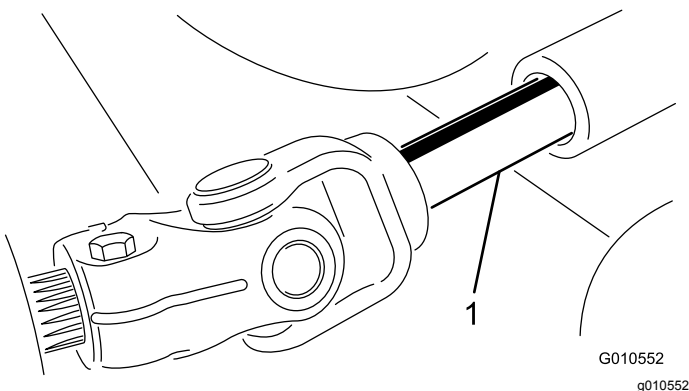

Figura 25
3. Allontanate l'apparato di taglio dal trattorino, separando le sezioni maschio e femmina dell'albero della presa di forza (Figura 25).
3. Inserite l'albero della presa di forza maschio nell'albero della presa di forza femmina (Figura 25).